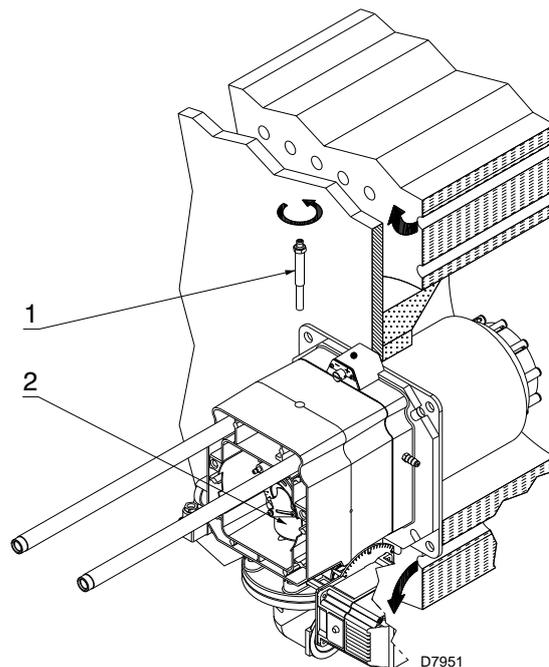

Fig. 15
- togliere la vite 1)(Fig. 15)
- estrarre la parte interna 2)(Fig. 15) della testa e provvedere alla loro taratura.
A questo punto dell'installazione la testa di combustione è fissata alla caldaia come in Fig. 15. È quindi particolarmente agevole la sua regolazione, che dipende unicamente dalla potenza massima del bruciatore.